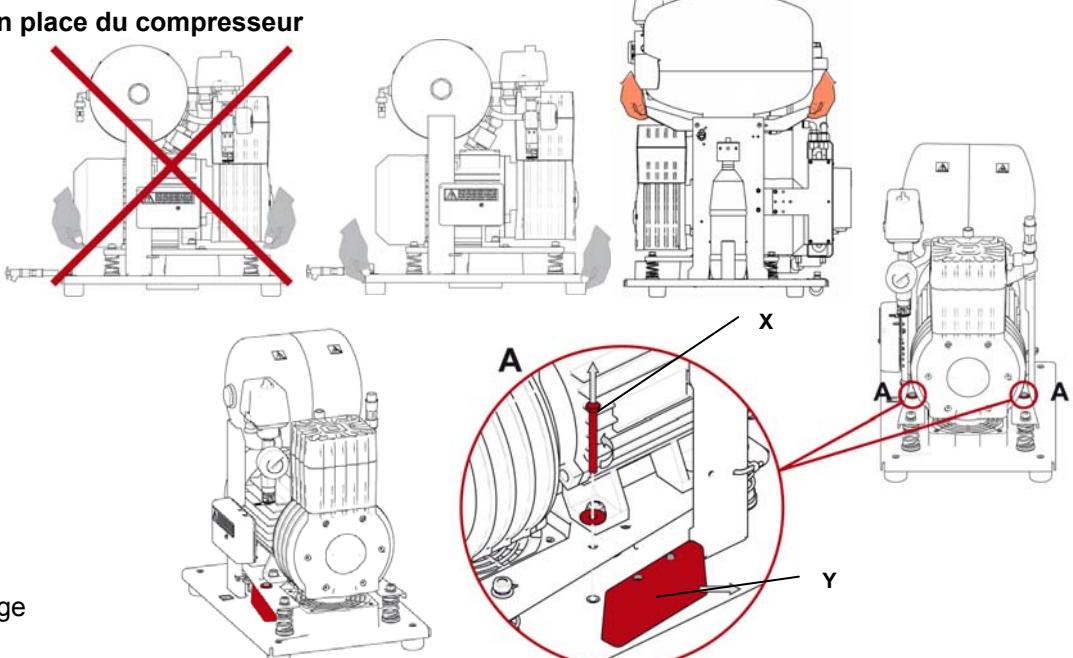

Fig.5 Déblocage
#### Régénération supplémentaire du sécheur - dans l'armoire (Valable pour M1.10) (Fig. 5)
### Coffret du compresseur (Fig.5, Fig.6)
**Compresseur dentaire en coffret DK50 S, DK50-10 S (Fig.5, Fig.8)**
**Compresseur dentaire en coffret DK50-10 S/M (Fig.5, Fig.8)**